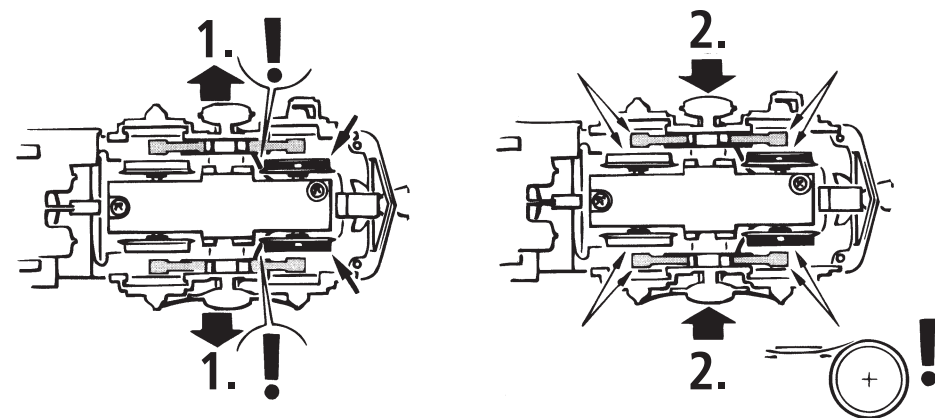

Fig. 4
3. Haftreifenwechsel: Zuerst die Drehgestellblende abnehmen (Fig. 4). Danach den **Radsatz** herausnehmen und die **Haftreifen** mit einer Nadel od. mit einem feinen Schraubendreher abziehen (Fig. 4). Beim Aufziehen der neuen Haftreifen darauf achten, dass diese sich nicht verdrehen.
3. Change of traction tyre: Remove the bogie blind. Take out **wheel set** and remove **traction tyre** using a pin or a fine screwdriver (fig. 4). When pressing on the new traction tyre please **avoid twisting it**.
3. Échange des bandages d'adhérence: Dé- montez d'abord **les flancs de bogies** des en-grenages. Délogez ensuite les essieux bandagés et enlevez, à l'aide d'une aiguille ou d'un tourne-vis fin, les bandages d'adhérence (fig. 4). Lors du montage des nouveaux bandages veuillez veiller à ce que les bandages **ne soient pas tor-dus**.